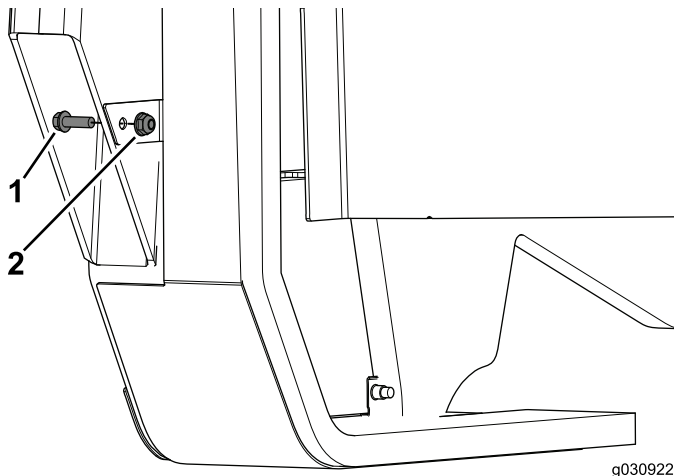

Bild 28
4. Schließen Sie das Befestigen der Platte mit der Schraube (1/4" x 3/4") und der Bundmutter ab (Bild 28).